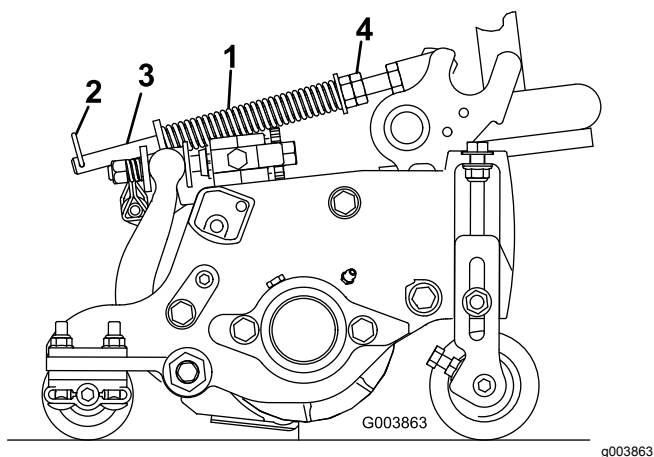

Figura 15
A mola de compensação de relva (Figura 15) transfere peso do cilindro dianteiro para o cilindro traseiro. Isto ajuda a reduzir o efeito ondulado na relva, também conhecido como ondulação ou “bobbing”.
1. Certifique-se de que o pino de perno de gancho está instalado no orifício traseiro na haste da mola (Figura 15).
2. Aperte as porcas sextavadas na extremidade dianteira da haste da mola até que o comprimento da mola em compressão seja de 15,9 cm (Figura 15).